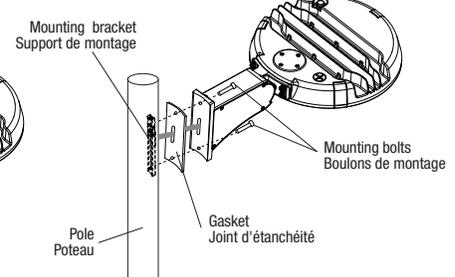

Fig. 13
3. Insert the input wires of the luminaire through the split fitter and straight arm (Fig. 13).
7. Pass the power cable through the gasket and pole hole (Fig.13).
8. Close the straight pole arm using the side cover and screws (Fig.13).
3. Insérer les fils d'entrée du luminaire à travers le joint d'articulation et le bras droit (Fig. 13).
7. Faites passer le câble d'alimentation à travers le joint d'étanchéité et le trou du poteau (Fig. 13).
8. Fermer le bras droit du poteau à l'aide du couvercle latéral et des vis (Fig.13).